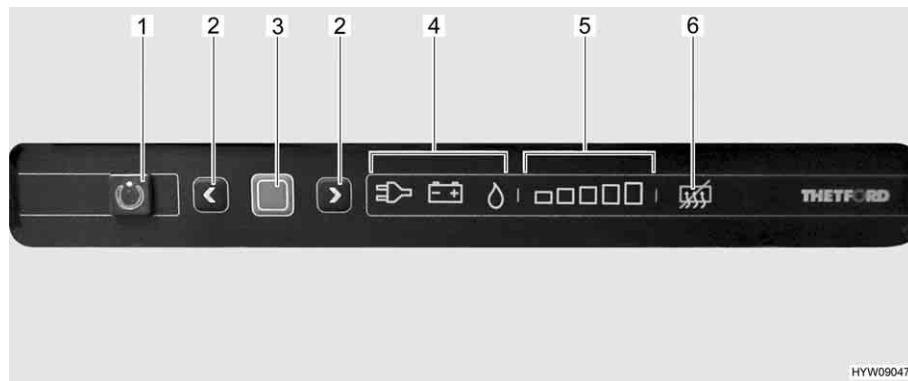

Fig. 192 Elementi di comando del frigorifero
La modalità di funzionamento attuale è indicata da un simbolo luminoso (Fig. 192,4) sulla centralina di controllo.
Dopo l'accensione il frigorifero seleziona automaticamente la regolazione del termostato selezionata per ultimo. Questa impostazione può essere modificata manualmente con i tasti freccia (Fig. 192,2). Le barre luminose dell'indicatore del livello di refrigerazione (Fig. 192,5) visualizzano la temperatura selezionata sul termostato. Con i tasti freccia viene regolata la temperatura di refrigerazione per tutti i tre tipi di energia. Ci vogliono alcune ore prima che il frigorifero raggiunga la temperatura normale di esercizio. Cambiando la modalità di funzionamento la regolazione del termostato non viene modificata. La temperatura di refrigerazione è indipendente dal tipo di energia utilizzata.
- Premere il tasto On/Off (Fig. 192,1) per 1 secondo. Il tasto (Fig. 192,1) si illumina di verde. Dopo circa 10 secondi, l'indicatore viene attenuato per risparmiare energia.
- Premere il tasto di conferma (Fig. 192,3). L'impostazione attuale della modalità di funzionamento viene visualizzata.
- Se non è impostata la modalità di funzionamento a gas: Per modificare l'impostazione, premere il tasto di conferma (Fig. 192,3) per circa 2 secondi.
- Selezionare la modalità di funzionamento a gas con i tasti freccia (Fig. 192,2). L'alimentazione del gas è ora aperta. L'accensione avviene automaticamente. È udibile un ticchettio fino a quando procedura di accensione non è stata portata a termine.
- Premere il tasto di conferma (Fig. 192,3) per circa 2 secondi.
- Premere nuovamente il tasto di conferma (Fig. 192,3). Il livello di refrigerazione attuale viene indicato dalle barre luminose (Fig. 192,5).
- Per modificare l'impostazione, premere i tasti freccia (Fig. 192,2) fino a visualizzare l'impostazione desiderata.
- Premere il tasto On/Off (Fig. 192,1) per circa 2 secondi. Tutte le spie si spengono. Il frigorifero è spento.
- Se non è impostata la modalità di funzionamento 230 V: Per modificare l'impostazione, premere il tasto di conferma (Fig. 192,3) per circa 2 secondi.
- Selezionare la modalità di funzionamento 230 V con i tasti freccia (Fig. 192,2).
- Se non è impostata la modalità di funzionamento 12 V: Per modificare l'impostazione, premere il tasto di conferma (Fig. 192,3) per circa 2 secondi.
- Selezionare la modalità di funzionamento 12 V con i tasti freccia (Fig. 192,2).
- Premere contemporaneamente entrambi i tasti freccia (Fig. 192,2) e tenerli premuti per 2 secondi. Il simbolo di disattivazione della funzione anti-condensa (Fig. 192,6) si illumina.
- Premere di nuovo contemporaneamente entrambi i tasti freccia (Fig. 192,2) e tenerli premuti per 2 secondi. Il simbolo di disattivazione della funzione anti-condensa (Fig. 192,6) si spegne.